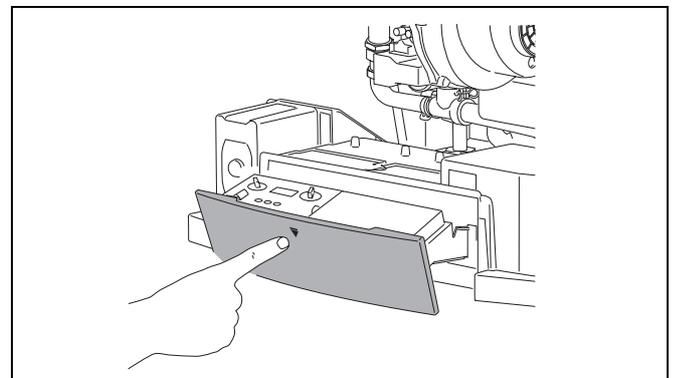

Fig. 26 Chiusura del pannello di servizio
- Spingere il cassetto (fig. 26) per riportare il pannello di servizio nella posizione originale.